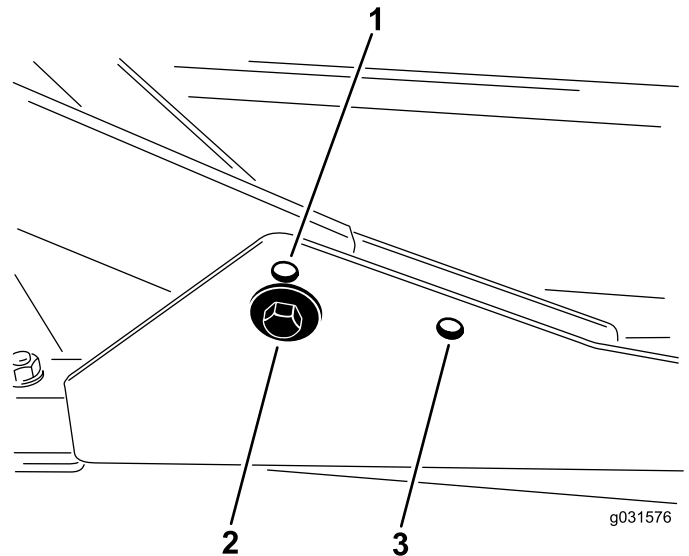

Bild 17
1. Befestigen Sie die vorderen Trägerrahmen für Schnitthöhen von 2 cm bis 7,6 cm in den unteren vorderen Befestigungslöchern (Bild 17).
2. Befestigen Sie die vorderen Trägerrahmen für Schnitthöhen von 6,3 cm bis 10 cm in den oberen vorderen Befestigungslöchern (Bild 17).
Befestigen Sie das Heckschneideinheit für alle Schnitthöhen in den hinteren Befestigungslöchern (Bild 17).